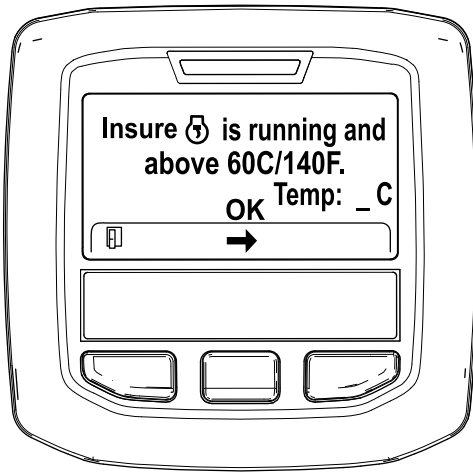

Figure 46
5. Si la température du liquide de refroidissement est inférieure à 60 °C, le message « Insure is running and above 60C/140F » (vérifier que *** fonctionne et est supérieure à 60 °C/140 °F) s'affiche (Figure 46).